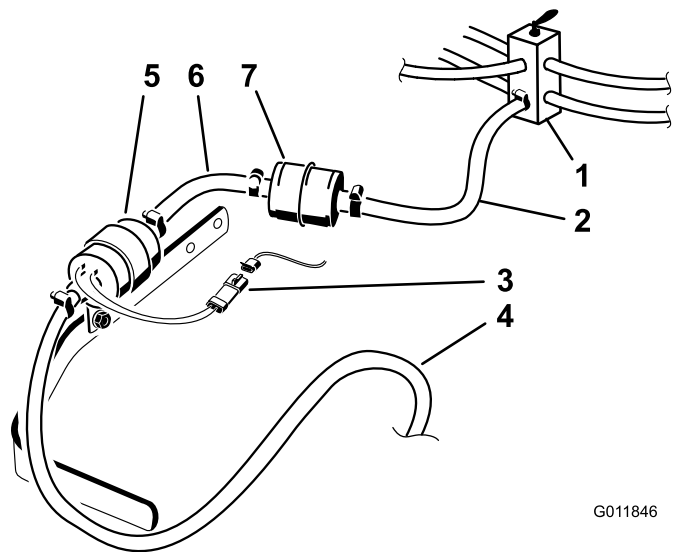

Figura 4
7. Retire el tubo de combustible que va desde la válvula de combustible hasta el filtro de combustible (Figura 4).
8. Retire el tubo de combustible que va desde el filtro de combustible hasta la bomba de combustible (Figura 4).
9. Retire el tubo de combustible que va desde la bomba de combustible hasta el motor (Figura 4).
10. Desconecte la bomba de combustible del arnés de cables. Recuerde esta conexión porque el nuevo arnés de cables se conectará aquí (Figura 4).
11. Retire la bomba de combustible y guárdela para su instalación posterior (Figura 4).